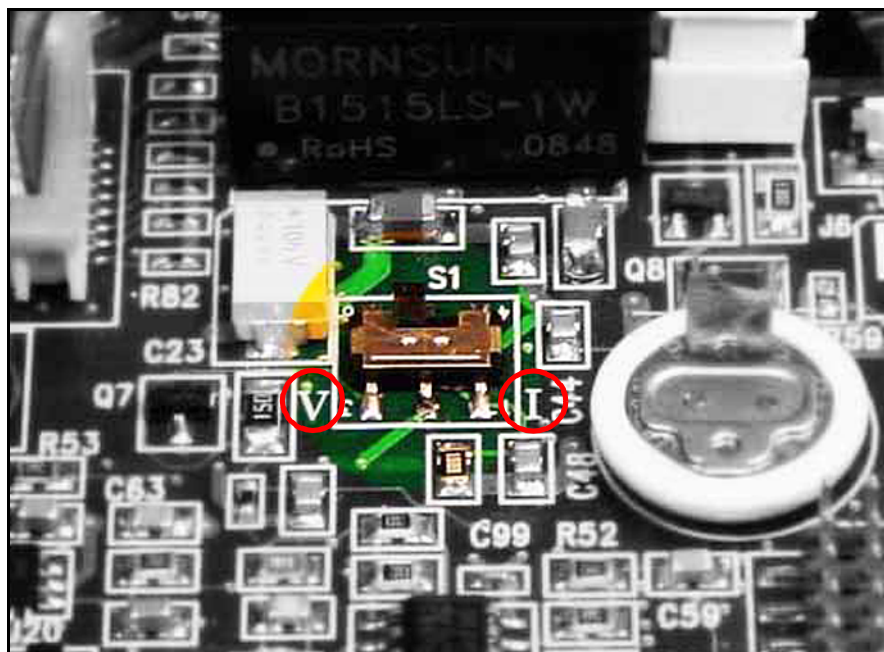

Figure 8: Commutateur S1 sur le circuit imprimé principal
Pour contrôler ou réinitialiser le commutateur **S1**, procédez comme suit (voir la *Figure 8* on page 5) :
6. Localisez le commutateur **S1** (voir la zone mise en valeur sur la *Figure 8* ci-dessous).